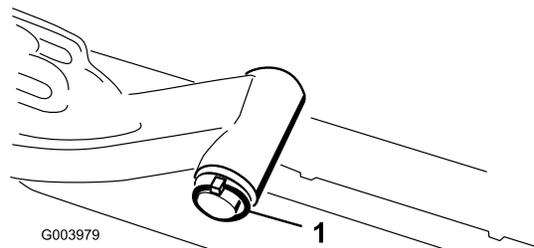

Figura 11
- A. Retire o pino de sujeição e a anilha que prende o veio da articulação do braço de elevação ao braço de elevação e faça deslizar o veio de articulação do braço de elevação para fora do braço de elevação (Figura 11).
- C. Insira o veio do braço de elevação no braço de elevação e prenda-o com a anilha e o pino de sujeição (Figura 11).